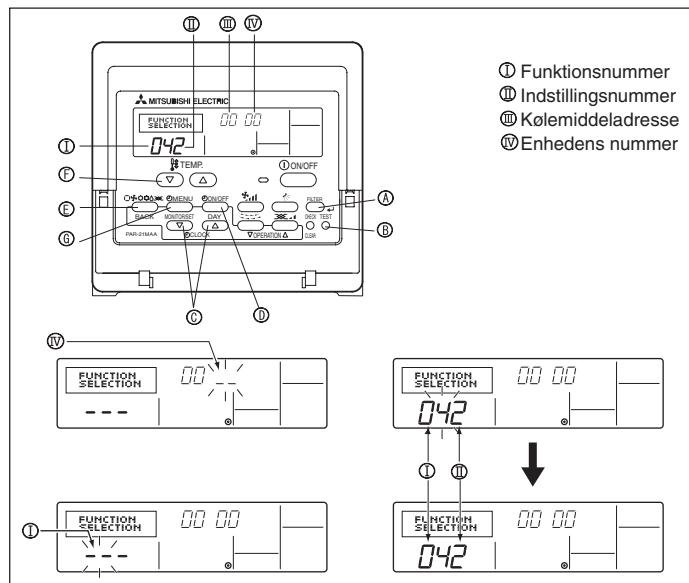

Fig. 6-9
1) Til ledningsbetjent fjernbetjening (Fig. 6-9)